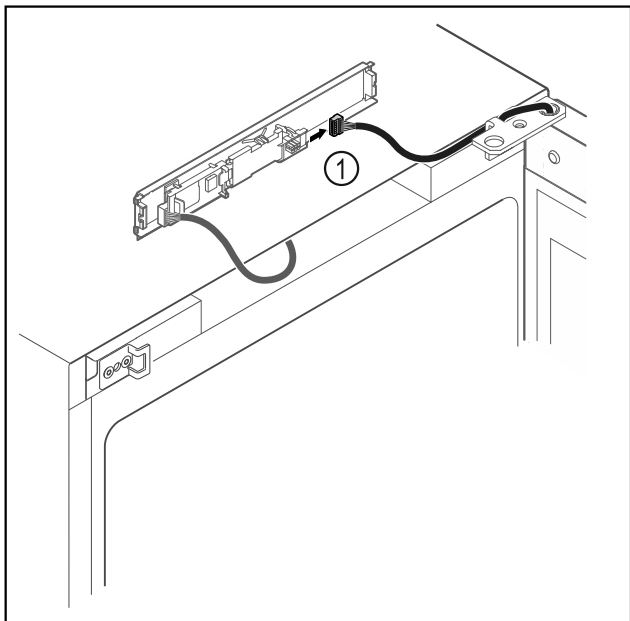

Fig. 12
- Wtyczkę Fig. 12 (1) należy odłączyć od płytki drukowanej.